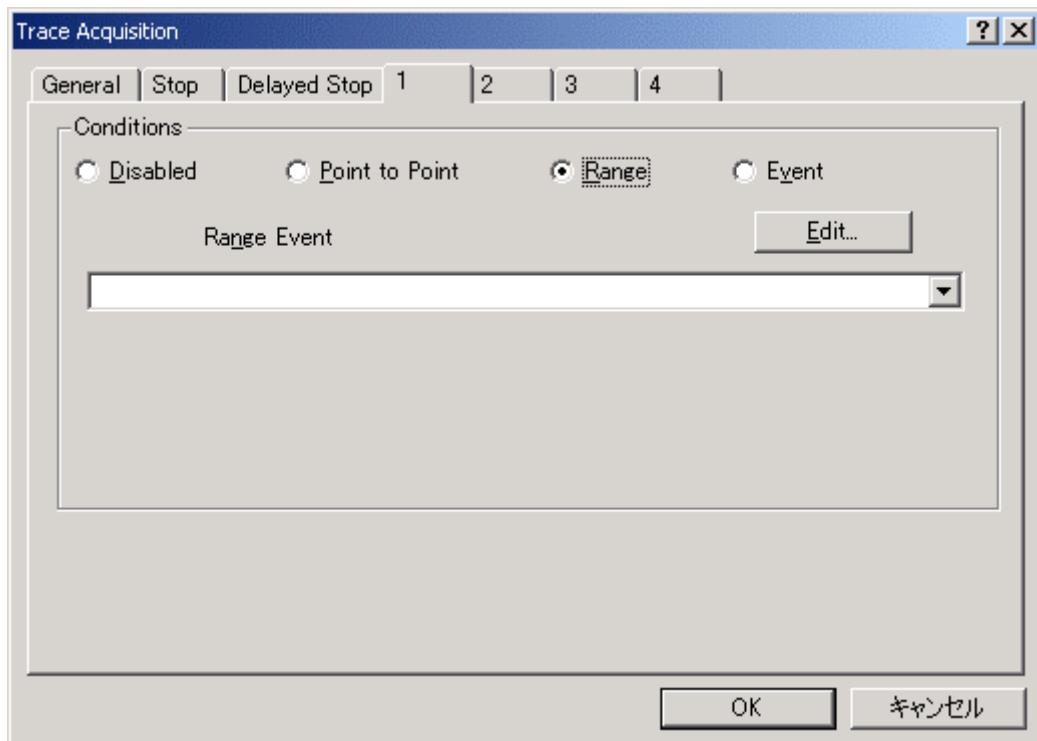

図 6-46 [Trace Acquisition]ダイアログボックス（1ページ表示）
(8)[1]ページを選択し、[Conditions]グループボックスの[Range]ラジオボタンをクリックします。クリックと同時に[Range Event]ドロップダウンリストボックスと>Edit...ボタンが表示されます。（図 6-46 [Trace Acquisition]ダイアログボックス）